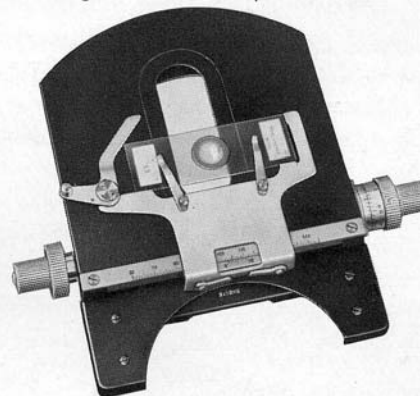

Bild 12
4.3 Großer viereckiger Kreuztisch (Bild 12)